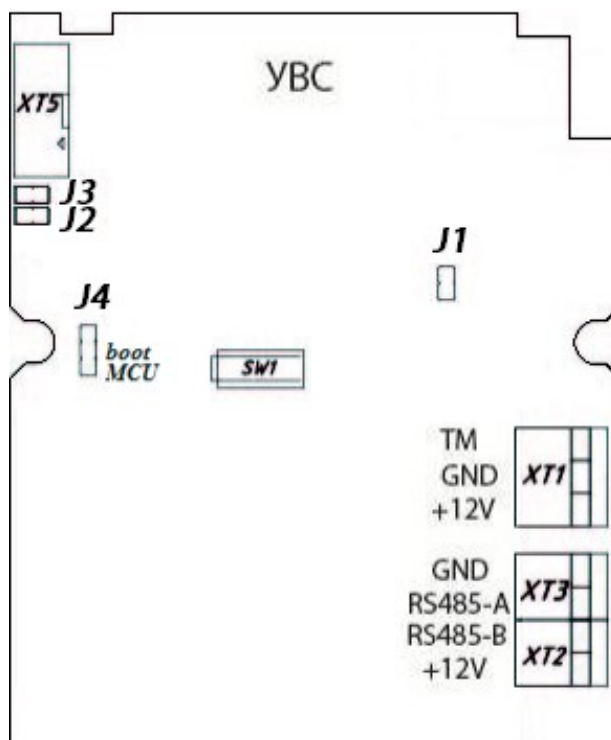

Рисунок 3. Назначение выводов устройства
- Выводы для подключения по Touch Memory отличаются от УВС-ТМ. Смотрите рисунок 3 разъём XT1.